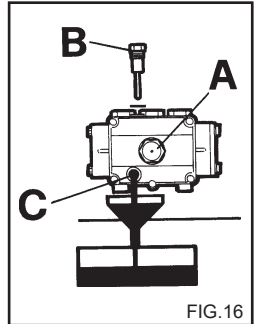

FIG.16
2) Отвинтите пробку с шупом контроля уровня (fig.16).